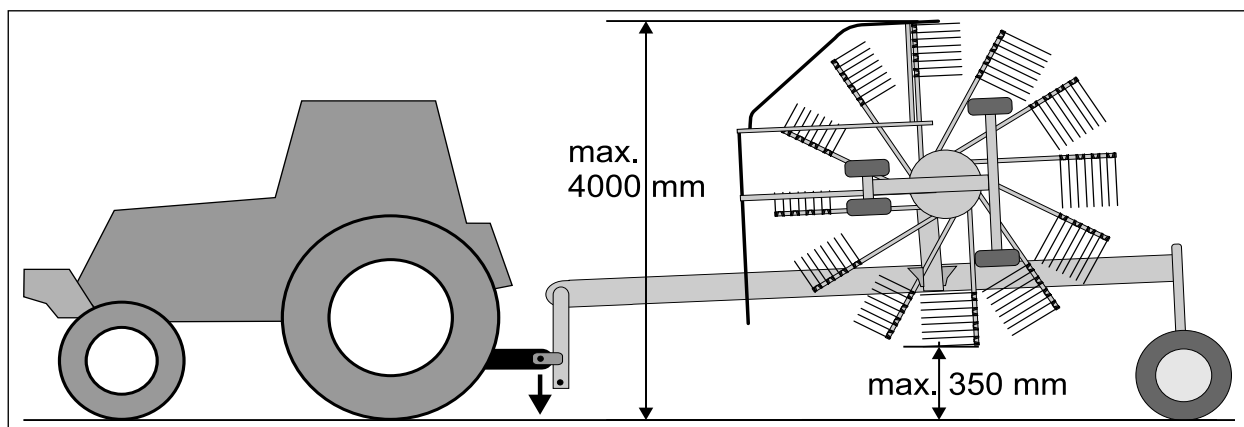

Figure 3-18a
7. Abaisser les bras inférieurs à 250 - 200 mm afin de ne pas dépasser la hauteur de transport de 4 m en cas de transport avec supports de dents et étriers de protection montés. Lorsqu'il faut une distance plus élevée par rapport au sol à cause d'accidents du terrain, il faut soulever les bras inférieurs pour un instant (Figure 3-18a).